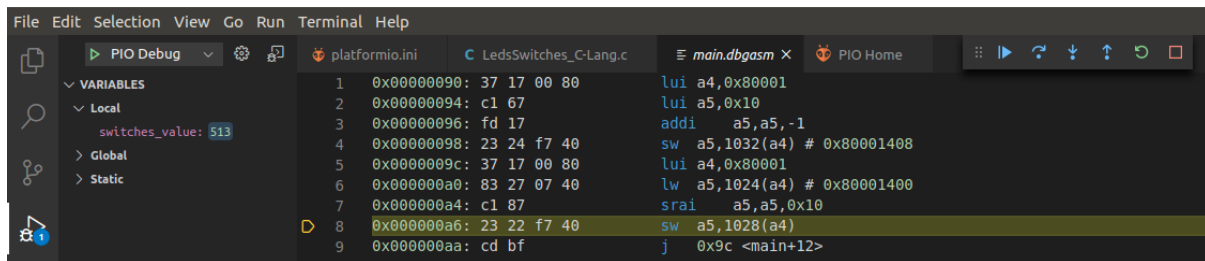

Figura 65. Programa Assembly
7. O programa em Assembly (Figura 65) primeiro lê o valor nos Switches com uma instrução `load (lw a5, 1024(a4))` e depois escreve-o nos LEDs com uma instrução de